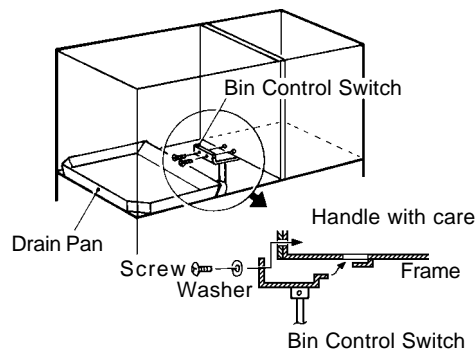

Fig. 7
- 7) Togliere il nastro da imballaggio dall'interruttore di comando della vaschetta sulla vaschetta di scolo. Collegare l'interruttore di comando della vaschetta al telaio situato in basso a sinistra sull'unità di condensazione e fissarlo con le due viti e le due rondelle in dotazione. Vedere la Fig. 7.